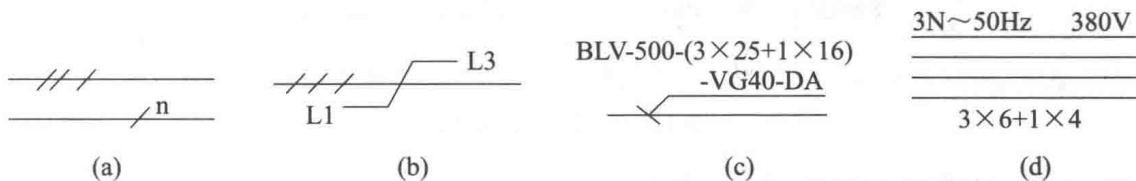

图 1-1 导线表示方法
① 导线的一般表示法。单根导线可用一般的图线表示。多根导线可分别画出，也可只画一根图线，但必须加以标志。若导线少于四根，可用短画线数量代表根数；若导线多于四根，可在短画线旁加数字表示，如图 1-1(a) 所示。
要表示电路相序的变换、极性的反向、导线的交换等，可采用交换号表示，如图 1-1(b) 所示。
要表示导线的型号、截面、安装方法等，可采用指引线指引，加标导线属性和敷设方法，如图 1-1(c) 所示。该图表示导线的型号为 BLV（铝芯塑料绝缘线），其中 3 根截面积为 25mm^2 ，1 根截面积为 16mm^2 ；敷设方法为穿入塑料管（VG），塑料管管径为 40mm，沿地板暗敷。
导线特征的表示方法是横线上面标出电流种类、配电系统、频率和电压等；横线下面标出电路的导线数乘以每根导线截面积（ mm^2 ），当导线的截面不同时，可用“+”将其分开，如图 1-1(d) 所示。